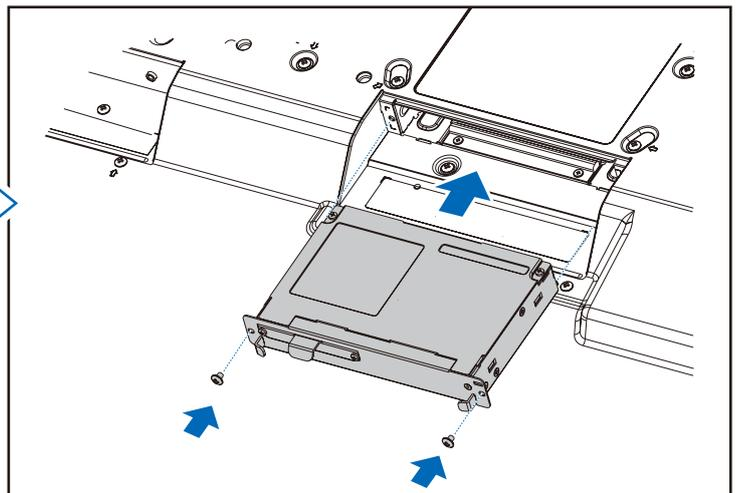

図 4
5. オプションボードをセットします。取り外したネジで固定します(図4)。(締付トルク：139～189N・cm)